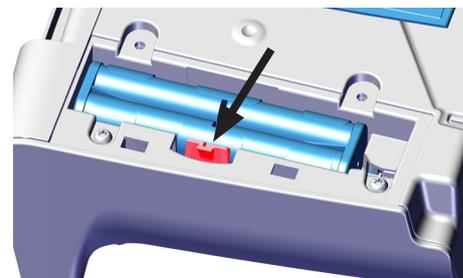

Fig. 1
Voir Fig. 1 (sur la couverture)
- ⇒ Éteindre l'appareil en appuyant sur le commutateur marche/arrêt (1).
- ⇒ Pousser la languette de maintien (Fig. 1) sur le côté et retirer le boîtier d'accumulateurs.